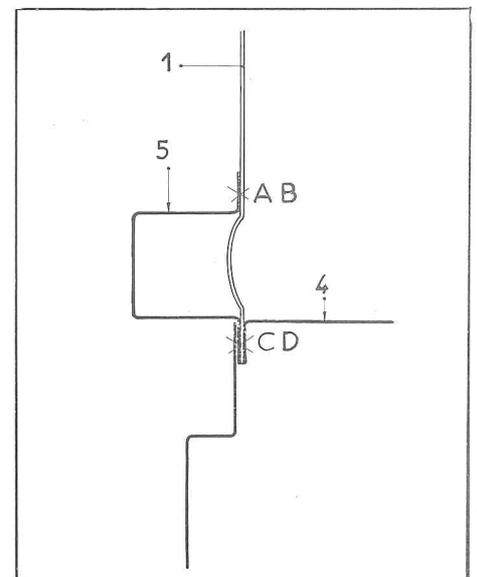

Fig. 4
6. Présenter les parties latérales 1 et 2 (fig. 1 et 4) en les engageant entre les tôles 4, 5 (fig.4), puis les brider.